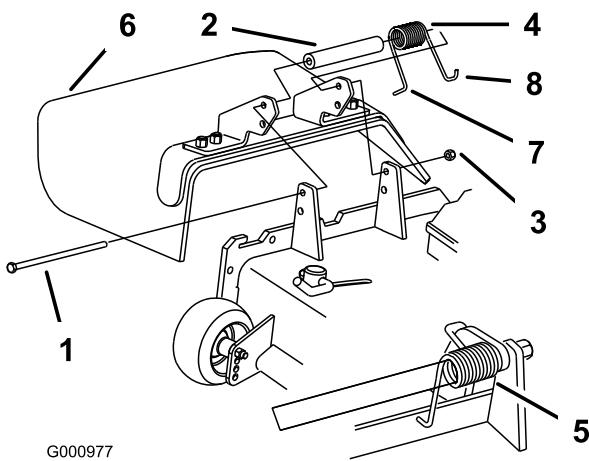

Bild 36
1. Entfernen Sie die Sicherungsmutter, Schraube, Feder und das Distanzstück, mit denen das Ablenkblech an den Drehhalterungen befestigt ist (Bild 36). Entfernen Sie defekte oder abgenutzte Ablenkbleche.
**Hinweis:** Stellen Sie sicher, dass sich das L-Ende der Feder hinter der Mähwerkskante befindet, bevor Sie die Schraube einführen, siehe Bild 36.
3. Setzen Sie die Schraube und Mutter ein. Führen Sie das J-förmige Hakenende der Feder um das Ablenkblech (Bild 36).